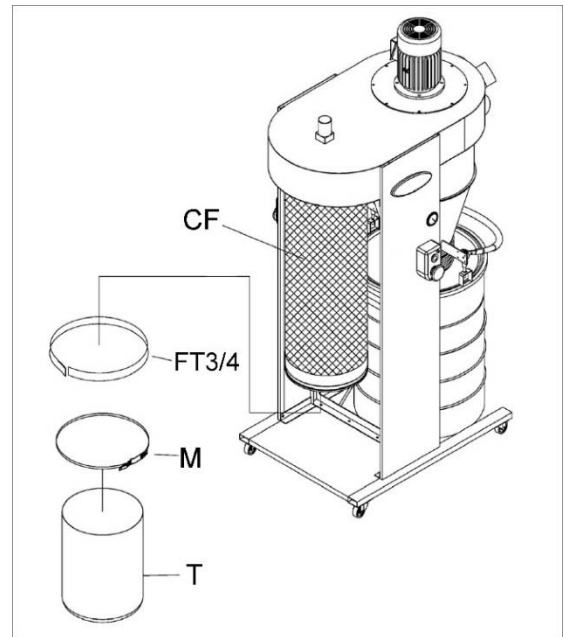

Figure 12
21. Appliquez une bande de ruban adhésif en mousse de 19 mm (3/4 po) (FT3/4, Figure 12) à l'extrémité inférieure du filtre du réservoir, juste au-dessus du rebord.
22. Installez le sac collecteur du réservoir (T) en dessous du filtre du réservoir, puis fixez avec le collier de serrage du sac (M).